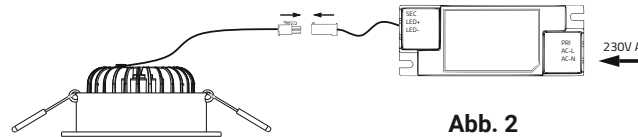

Abb. 2
2. Einbaustrahler, mithilfe des mitgelieferten Steckverbinders, an die sekundärseitige Leitung des Konverters, mit passendem Gegenstück des Steckverbinders, anschließen. An die Primärseite des Konverters die vorhandene 230 V AC Netzspannung anschließen (Abb. 2).
2. Connect the recessed downlight to the secondary side line of the converter using the connector supplied with the matching counterpart of the connector. Connect the existing 230 V AC mains voltage to the primary side of the converter (fig. 2).